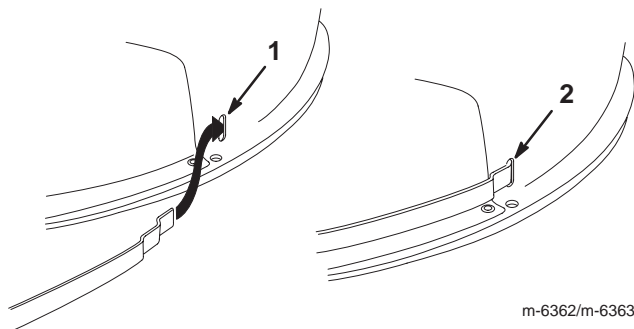

Figura 16
**Nota:** No retire las bridas de la carcasa del cortacésped. Si una brida se separa de la carcasa, introdúzcala tal y como muestra la Figura 16.